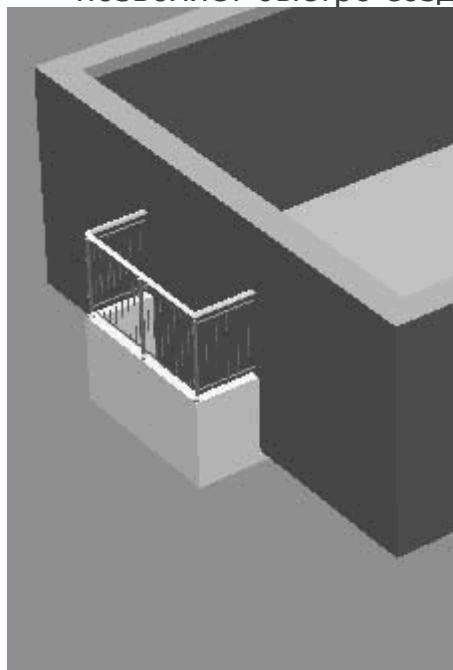

Рис. 1.28. 3D-модель балкона
– позволяет быстро создать балкон на внешней стене постройки (рис. 1.28).